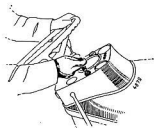

Bild 3
**Vorglühen:** Knopf des Glühlaß-Zugschalters bis zum spürbaren Widerstand (1. Raste) herausziehen (Bild 3). Aufleuchten des Glühüberwachers beobachten (Vorglühen ca. 30—60 Sekunden). Dann den Knopf weiter herausziehen (2. Raste). Hierbei tritt der Anlasser in Tätigkeit. **Sowie der Motor zündet, Knopf loslassen.** (Max. Betätigung des Anlassers 5 Sekunden.)